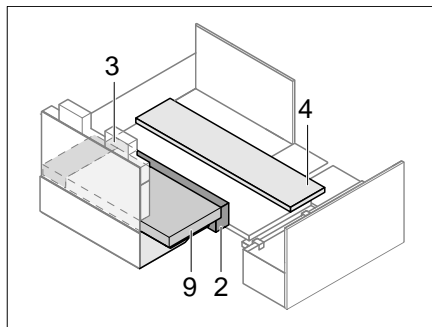

Bild 220 Zusatzpolster positionieren
- Zusatzpolster positionieren (Bild 220). Der Abstand ergibt sich aus den Einlegepolstern.
- Sitzpolster und Sitzverbreiterungen einlegen. Rückenpolster (Bild 220,9) auf die Zusatzpolster legen.